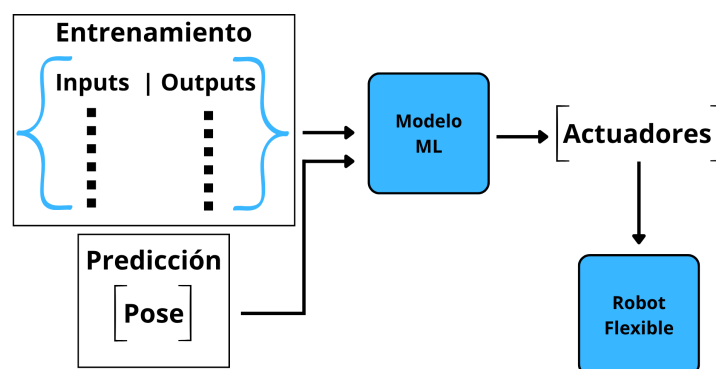

Figura 2. Diagrama en bloques
Con el fin de abordar esta problemática se propone evaluar la aplicación de *Machine Learning* (ML) para obtener un modelo de IK que produzca resultados aceptables en términos de precisión y tiempos de computo. En la figura 2 se observa el sistema propuesto, este aprenderá de un conjunto de datos que incluye tanto posiciones como estado de actuadores y luego deberá ser capaz de brindar la configuración necesaria para lograr una posición deseada.